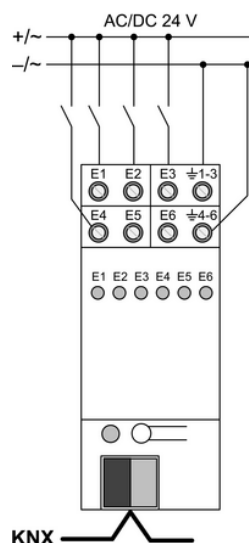

Figure 4: Exemple de raccordement de l'entrée binaire 24 V
- Raccorder l'appareil selon l'exemple de raccordement (figure 4). Potentiel de référence commun pour les entrées **E1...E3** et **E4...E6**.